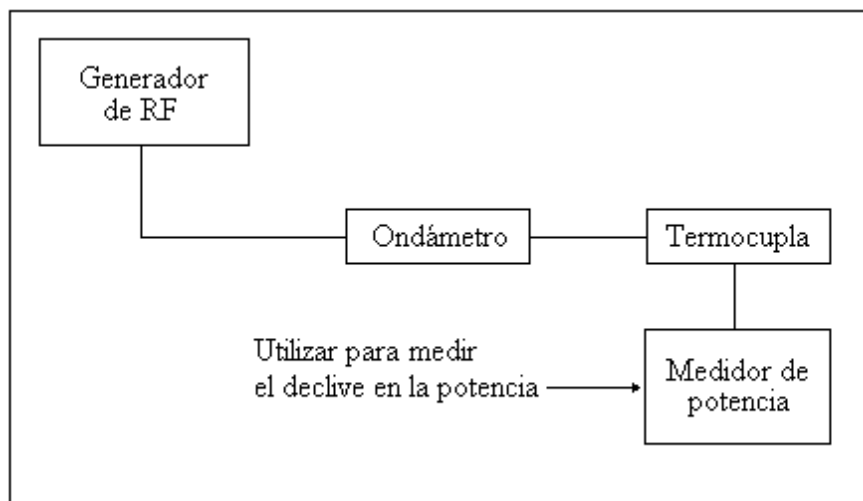

Figura 1.1. Esquema para medir frecuencia.
1. Monte el sistema mostrado en la figura 1.1, con la potencia de salida del generador al valor mínimo.